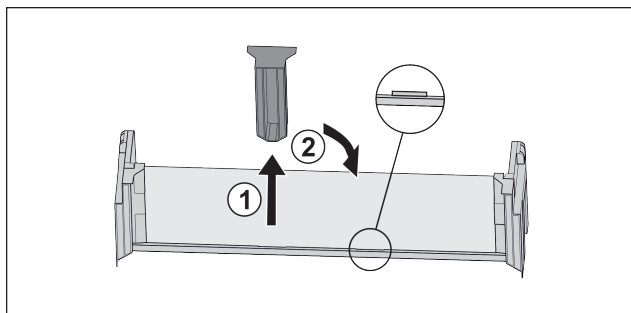

Fig. 114
- ▶ Middelste vasthoudeel lostrekken Fig. 114 (1).
- ▶ Middelste vasthoudeel in tweede positie inzetten Fig. 114 (2).